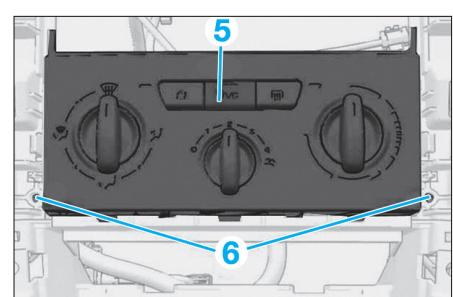

Fig. 7
- Déposer les vis de fixations (6) du panneau de climatisation (5) (Fig.7).